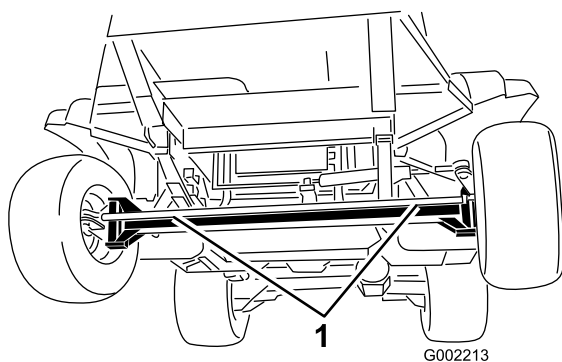
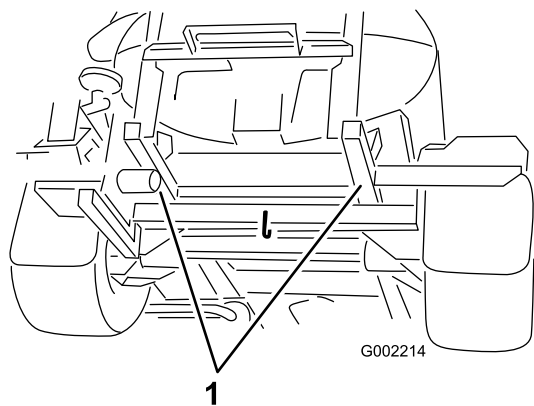

图 56
图 57
4. 将拖绳系在机架上请参照前、后拖曳点图 56 和图 57。